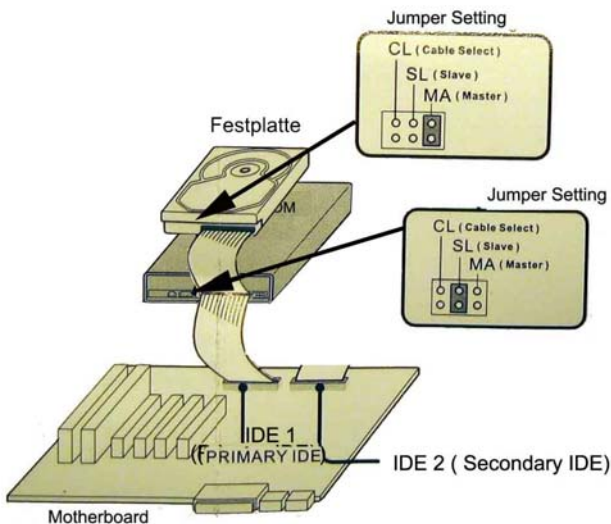

Abbildung 86: Verkabelung der Festplatte und des Laufwerks an nur einem Strang [65]
5. Falls das optische Laufwerk am selben Kabel wie die Boot-Festplatte hängt, wird die Festplatte als Master und das optische Laufwerk als Slave konfiguriert. Siehe Abbildung 86.